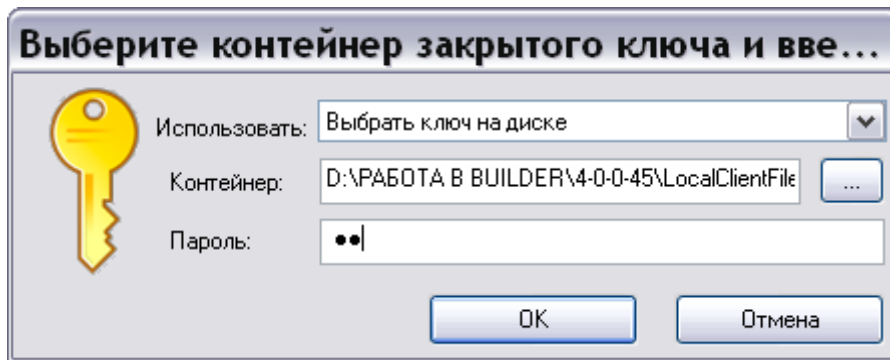

Рис. 19.18
5. Если выбрана усиленная подпись, то в появившемся окне добавьте файл контейнера и введите пароль (Рис. 19.18). В примере показан вариант с локальным файлом контейнера.